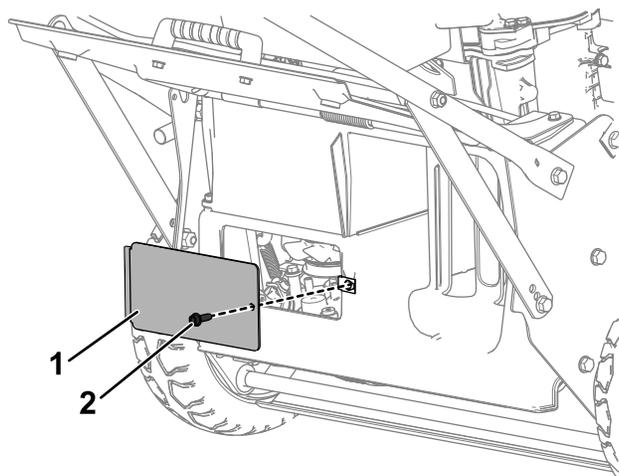

Рисунок 47
8. Снимите заднее смотровое окно, расположенное под отражателем заднего выброса, отвернув болт, удерживающий его на месте (Рисунок 47).